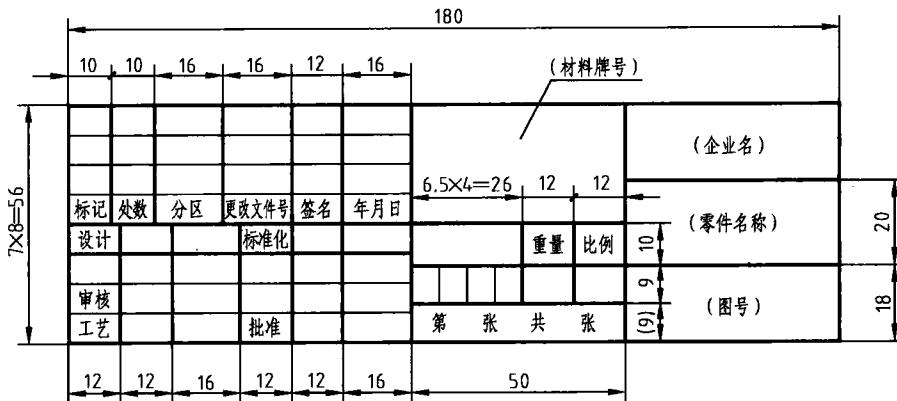

图 1-3 标题栏（暂不注写文字）
训练 2 绘制 A4 图框和标题栏 (图 1-3)
- (5) 使用 Line 命令，按图 1-3 所示的格式绘制标题栏。
- (6) 将文件保存为“SX1-1.dwg”。